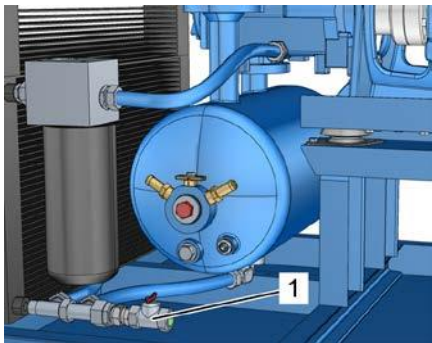

Рис. 39: Отверстие для слива охлаждающей жидкости
6. Откройте отверстие для слива охлаждающей жидкости (Рис. 39/1).
7. Закройте отверстие для слива охлаждающей жидкости (Рис. 39/1).